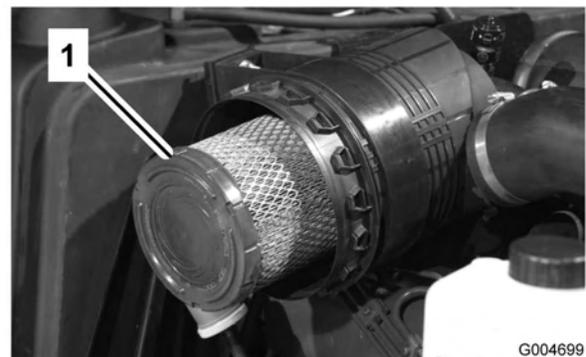

Figura 46
2. Antes de retirar el filtro (Figura 46), utilice aire a baja presión (276 kPa [40 psi], limpio y seco) para ayudar a retirar cualquier gran acumulación de residuos aprisionada entre el exterior del filtro primario y el cartucho. Evite utilizar aire a alta presión, que podría empujar la suciedad a través del filtro al conducto de admisión. Este proceso de limpieza evita que los residuos migren a la entrada de aire al retirar el filtro primario.